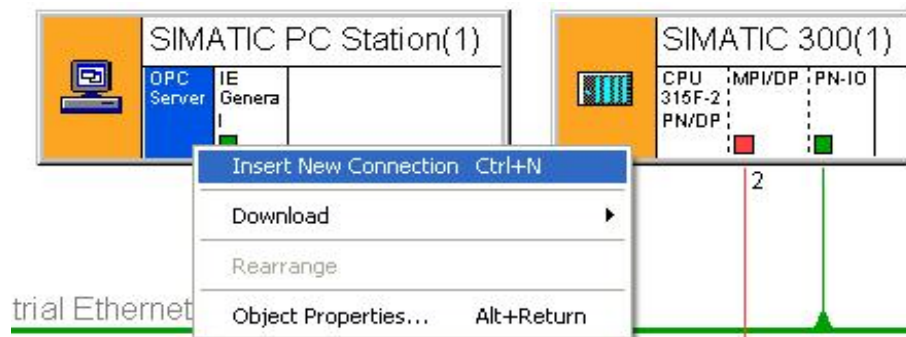

Figura 6.15: Definindo a comunicação entre entidades do projeto.
- Passo 3: Com o botão direito do mouse, clique sobre a entidade OPC Server e selecione a opção *Insert New Connection* (figura 6.15).